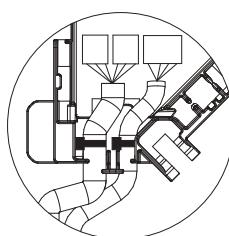

Fig. 10-15
- Переконайтесь, що ремінь, який кріпить з'єднувальні проводи датчика i-See та приймача сигналу, розміщений всередині з'єднувальної коробки. (Fig. 10-15)